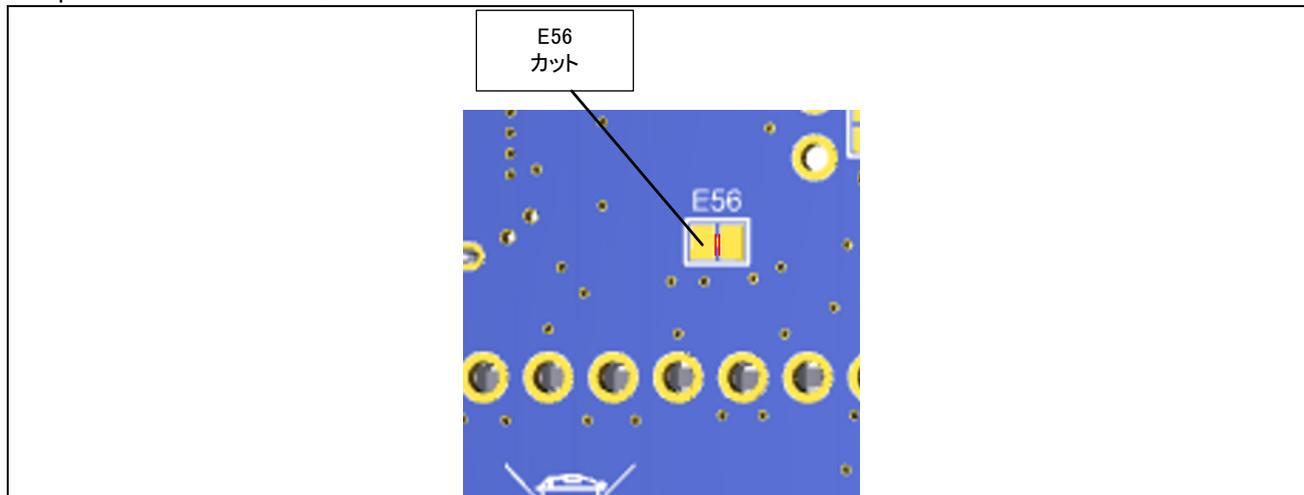

図 5-24: Jumper Trace Cut E56 位置(はんだ面)
電流測定ヘッダ（J13）間に電流計を挿入し電流測定します。評価 MCU 以外での消費を抑えるため Jumper Trace Cut（E56）をカット（図 5-24 参照）、LED は消灯した状態で計測ください。
USB を接続せずに使用される場合には、本 Jumper Trace Cut (E56) をカットしてご使用ください。Jumper Trace Cut の位置を図 5-24 に示します。
*4: USB 給電を行わない場合は、Jumper Trace Cut (E56) をカット (図 5-24 参照) してご使用ください。